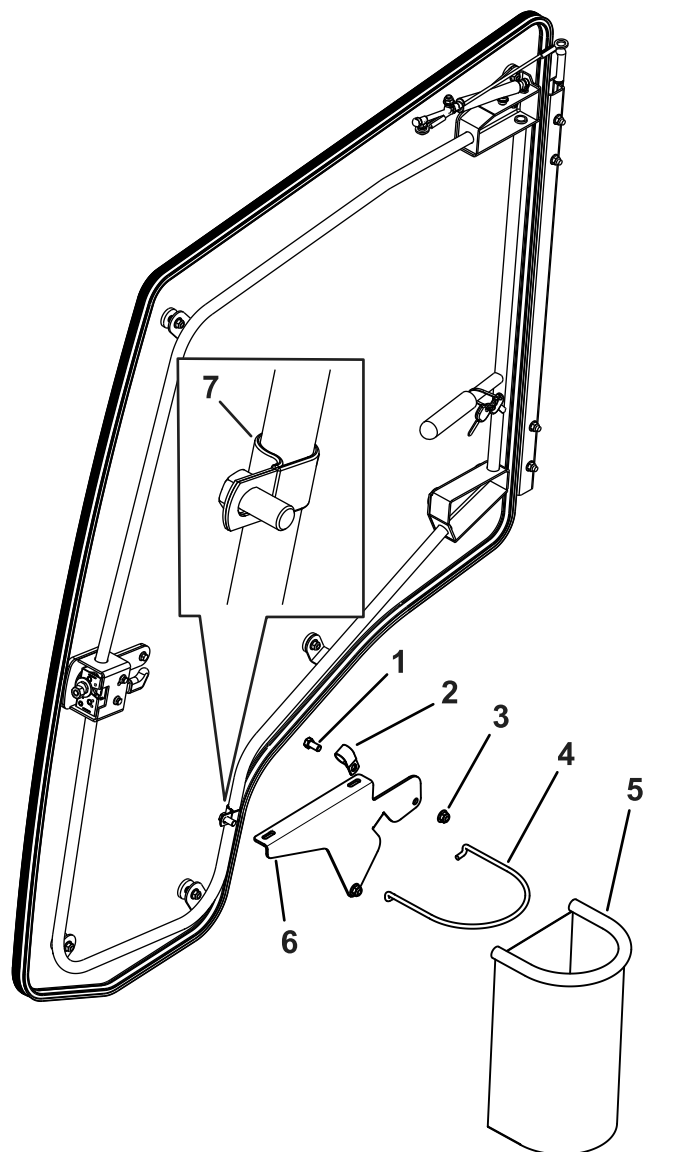

Figura 1
2. Montate i serratubi a R sullo sportello (Figura 1).
3. Fissate senza serrare la staffa grande allo sportello servendovi di 2 bulloni ($\frac{3}{8}$ " x $\frac{3}{4}$ ") e 2 dadi di bloccaggio ($\frac{3}{8}$ ") come illustrato in Figura 1.
4. Posizionate la staffa sullo sportello in modo che non interferisca con la macchina (Figura 1).
5. Serrate i bulloni che fissano la staffa grande (Figura 1).
6. Montate il contenitore portarifiuti e l'asta sulla staffa grande (Figura 1).